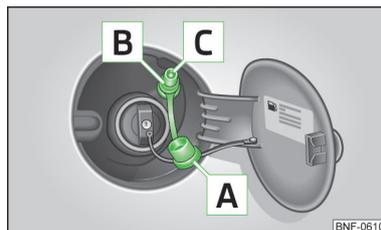

Fig. 94
- Retirez le capuchon [A] » fig. 94 de la tubulure de remplissage de gaz [B].
- Contrôlez que la bague d'étanchéité [C] » fig. 94 est restée dans la tubulure de remplissage de gaz.